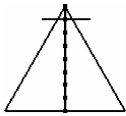

图 3-138 绘制螺母用于导动除料的草图
(4)在树管理器中拾取“平面 XZ”，单击按钮，进入草图绘制状态。单击按钮，在立即菜单中选择“边”方式，输入边数“3”，按回车键，系统提示“输入边起点”，在绘图区空白处单击，系统提示“输入边终点”，按回车键，输入三角形边长“1.5”；绘制三角形中线，并将其 8 等分，绘制水平线，作图结果如图 3-138 所示。
(5)单击按钮，裁剪掉图 3-138 中多余的线，将其用平移指令移动至螺旋线的端点，结果如图 3-139 所示。